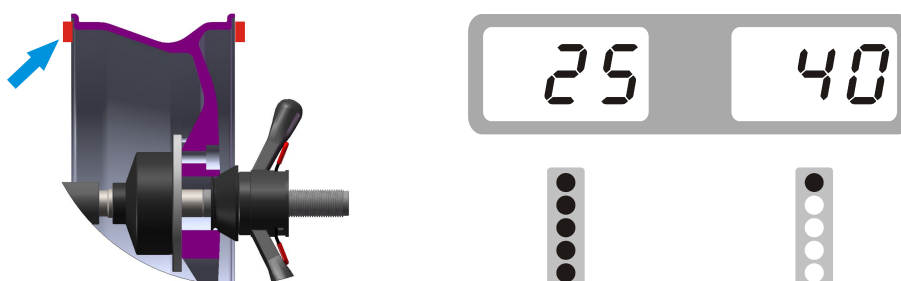

図4
5.1.7. 内側のアンバランス位置の表示ランプが完全に点灯するまで、反時計回りに手でタイヤをゆっくり動かします。この時内側リムの一番高いポイント(12時の位置)は、アンバランスポイントの位置です。この位置の質に相当する重りを加えます。(図4)